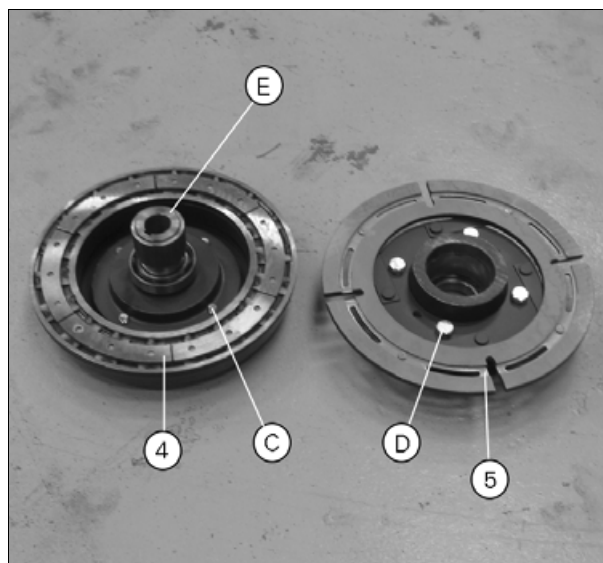

Рис. 5.
- Установите промежуточное кольцо (E) рис. 5 между подшипниками.